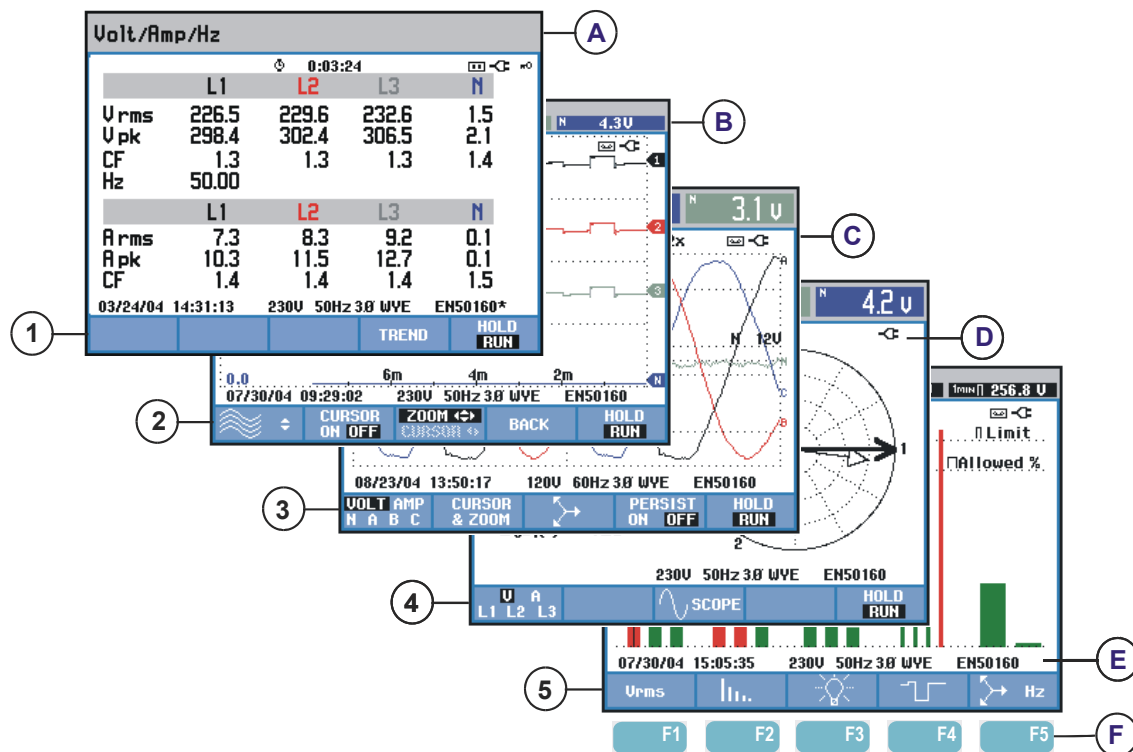

Figura 5-1. Pesquisa dos tipos de visor
A seguir, é fornecida uma breve descrição de cada tipo de tela e sua finalidade. Também são fornecidos o respectivo modo de medição e o capítulo do manual com informações detalhadas. Lembre-se de que a quantidade de informações da tela depende do número de fases e da configuração de cablagem. Consulte a Figura 5-1, item 1 ... 5.
- ① Tela de tabela: fornece uma visão geral instantânea de um grande número de valores de medição numérica importantes. Usada para: Volts/Amps/Hertz (Capítulo 8), Reduções e aumentos (Capítulo 9), Harmônicos (Capítulo 10), Força e energia (Capítulo 11), Oscilação (Capítulo 12), Desequilíbrio (Capítulo 13) e Monitoração de qualidade da potência (Capítulo 16).
- ② Tela de tendência: este tipo de tela está relacionado a uma tela de tabela. A tendência mostra o curso dos valores de medição da tabela ao longo do tempo. Após a seleção de um modo de medição, o Analyzer começa a registrar todas as leituras na tabela. Usada para: Volts/Amps/Hertz (Capítulo 8), Reduções e aumentos (Capítulo 9), Força e energia (Capítulo 11), Oscilação (Capítulo 12) e Correntes de irrupção (Capítulo 15).
- ③ Tela de forma de onda: mostra formas de onda de voltagem e corrente como exibido em um osciloscópio. O canal A (L1) é o canal de referência, e são exibidos 2 ciclos completos começando em 0 volt. A voltagem nominal e a frequência determinam o tamanho da grade de medição. Usada para: Forma de onda de perfil (Capítulo 7) e Transientes (Capítulo 14).
- ④ Tela de fasor: mostra a relação de fase entre voltagens e correntes em um diagrama vetorial. O vetor do canal de referência A (L1) aponta para a direção horizontal positiva. A amplitude A (L1) também é referência para o tamanho da grade de medição. Usada para: Fasor de perfil (Capítulo 7) e Desequilíbrio (Capítulo 13).
- ⑤ Tela de histograma: mostra a densidade de cada parâmetro de medição como um percentual por meio de um histograma. Usada para: Harmônicos (Capítulo 10) e Monitor de qualidade da potência (Capítulo 16).
Consulte a Figura 5-1, item A ... F.